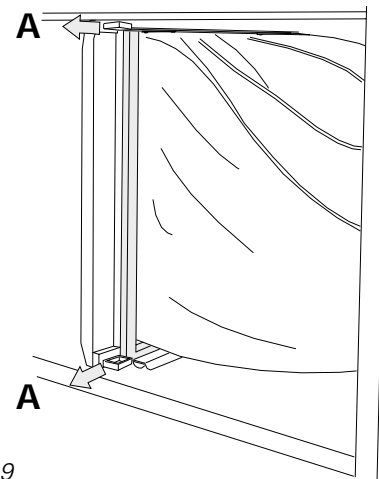

Fig 9
- Træk de to blå håndtag (A i fig. 9) ved filterfastgørelsens over- og underkant ud, så den excentrisk styrede liste åbnes.